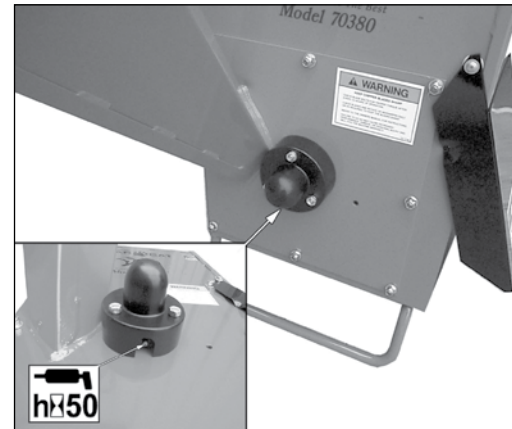

Figure 5.6 – Palier du côté de la goulotte.
1. Palier du côté de la goulotte (figure 5.6).